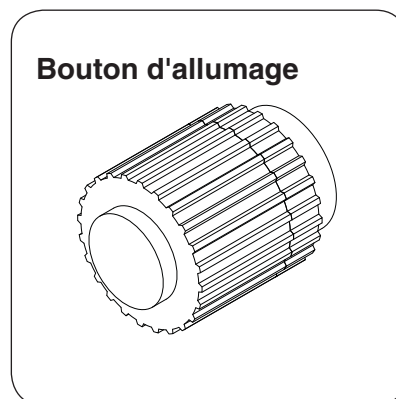

Fig. 26-1
3. Appuyez et maintenez enfoncé le bouton d'allumage électronique (voir Fig. 26-1). L'allumeur commence à susciter un déclic rapide.